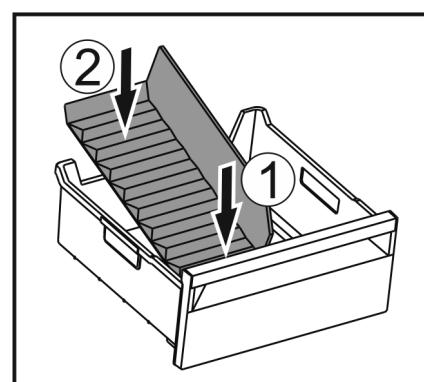

Fig. 141
- Vorderen Teil des Eisfach-Trenners einsetzen. Fig. 141 (1)
- Hinteren Teil des Eisfach-Trenners bis zum Schubfachboden absenken. Fig. 141 (2)